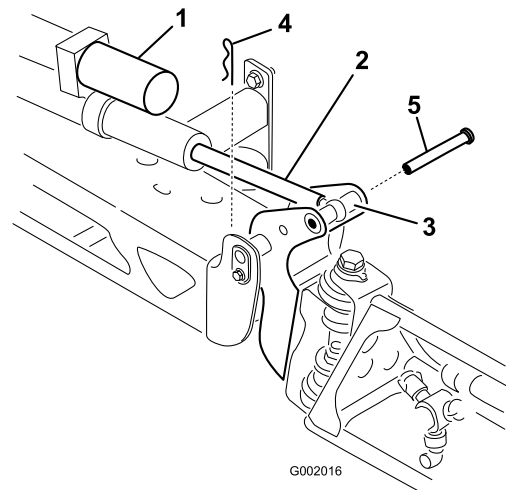

Figure 36
2. Retirez la goupille fendue de l'axe de pivot (Figure 36).
3. Soulevez la rampe et déposez l'axe (Figure 36). Abaissez lentement la rampe jusqu'à la butée.
6. Élevez la rampe pour aligner le pivot sur la tige d'actionneur. Tout en maintenant la rampe, insérez l'axe dans le pivot de rampe et la tige d'actionneur (Figure 36).